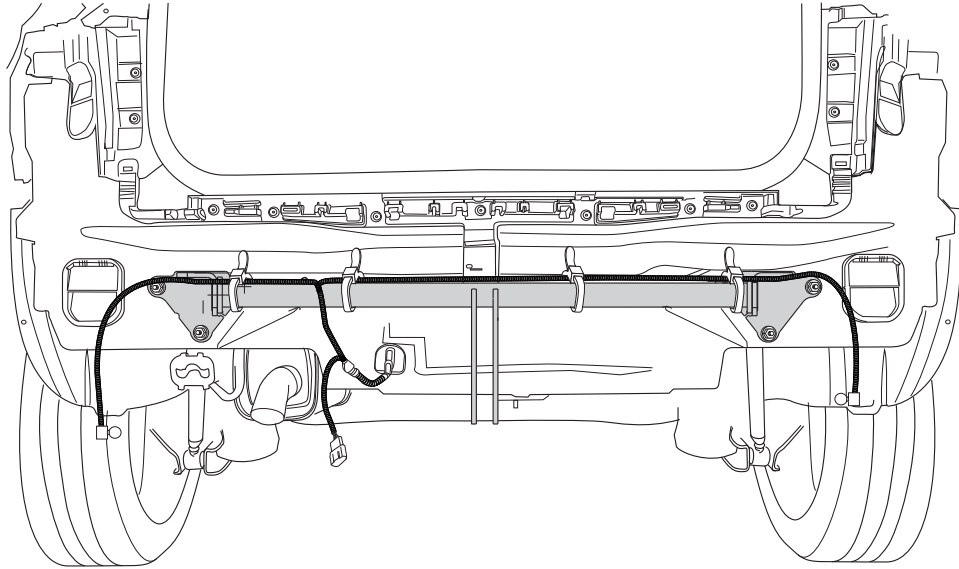

Fig. 2
9. привязать провода пластмассовой проволокой. См. рисунок 2.